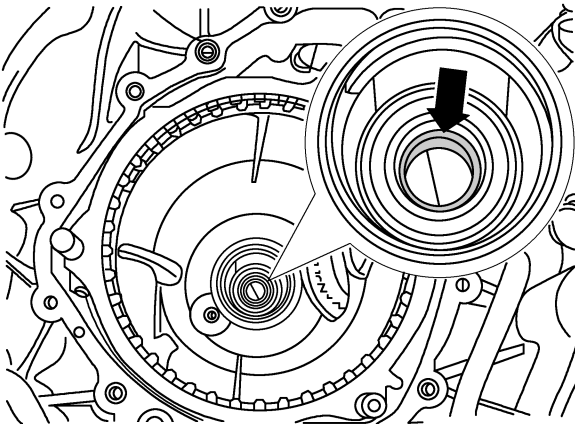

图 2-2-63 检查射流泵的油管工作面
(1) 检查射流泵的油管工作面是否有磨痕、划伤或损坏，如图 2-2-63 中箭头所示。射流泵油管工作面上不允许出现明显的阶梯状的磨痕或划伤。若在整条油管的工作面上出现明显的阶梯状的磨痕或者损坏，则必须更新射流泵。
(2) 必须检查油管。